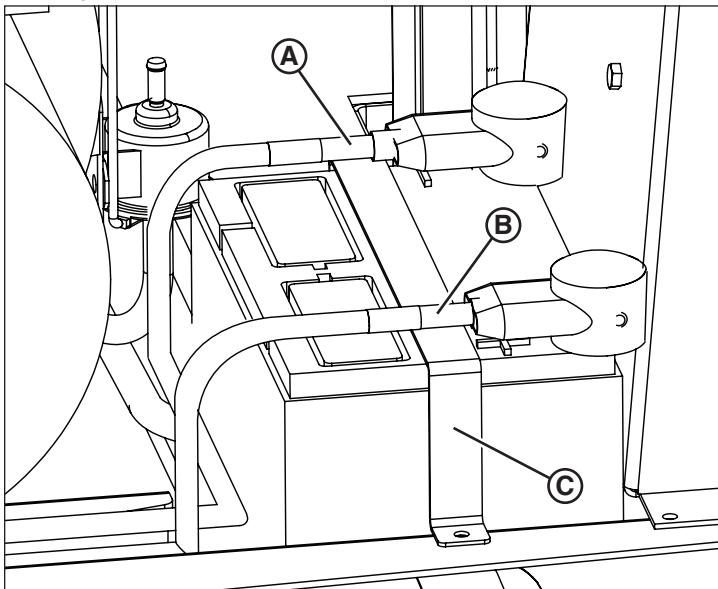

Figura 23
2. Desconecte el cable negativo (-) negro (**A**, Figura 23) del terminal negativo (-) de la batería y fíjelo lejos de la batería.
3. Desconecte el cable rojo positivo (+) de la batería (**B**, Figura 23) del terminal positivo (+) de la batería y fíjelo lejos de la batería.
4. Suelte las piezas metálicas que fijan la sujeción de la batería (**C**, Figura 23), y retire la sujeción.